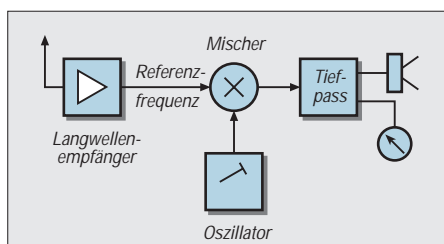

Bild 5: Schwebungsindikator
Bild 5: Oszillator für Serienresonanz, bei dem ein Quarzanschluß an Masse liegen kann. Eine Frequenzbeeinflussung durch die Kapazitätsdiode ist hier besonders bequem zu handhaben.
Was sollen nun aber Leute ohne Zweikanaloszilloskop tun? Nun, auch hier kann mit Software geholfen werden. Jeder kennt noch die Methode, eine Frequenz mit einer bekannten Frequenz zu vergleichen, indem man „auf Schwebungsnul“ abgleicht. Die beiden Frequenzen werden gemischt (siehe Bild 5) und das niederfrequente Mischprodukt mit einem Tiefpaß gefiltert und hörbar gemacht.
Bei unserer Anwendung präziser Frequenzen geht es nun eigentlich um die letzten zehntel Hertz. Das Ohr ist da als Indikator nicht mehr so geeignet. Der Schwebungsindikator nach Bild 5 wird daher nun ähnlich brutal „digitalisiert“ wie der DDS-Oszillator. Das Signal der Referenz (z.B. das empfangene DCF77-Signal) wird mit einem Komparator „digitalisiert“. Unser DDS arbeitet sozusagen als lokaler Oszillator (LO).